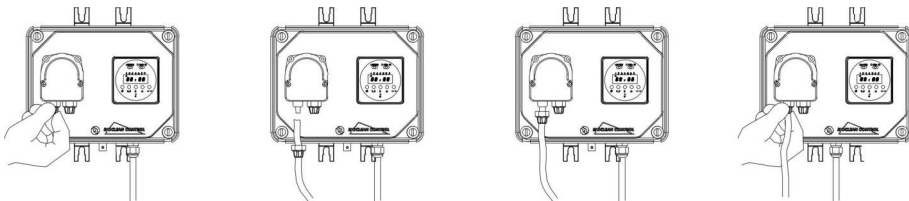

fig. 4
1. *Asegúrese que esté desactivada eléctricamente (ambas polaridades) desconectando los conductores de los puntos de contacto de la red con el interruptor omnipolar de distancia mínima entre contactos de 3 mm. (Fig. 4).*
d.- Insiera hasta el fondo los tubos enroscando, y asegúrelos con los casquillos de fijación (fig. 4)